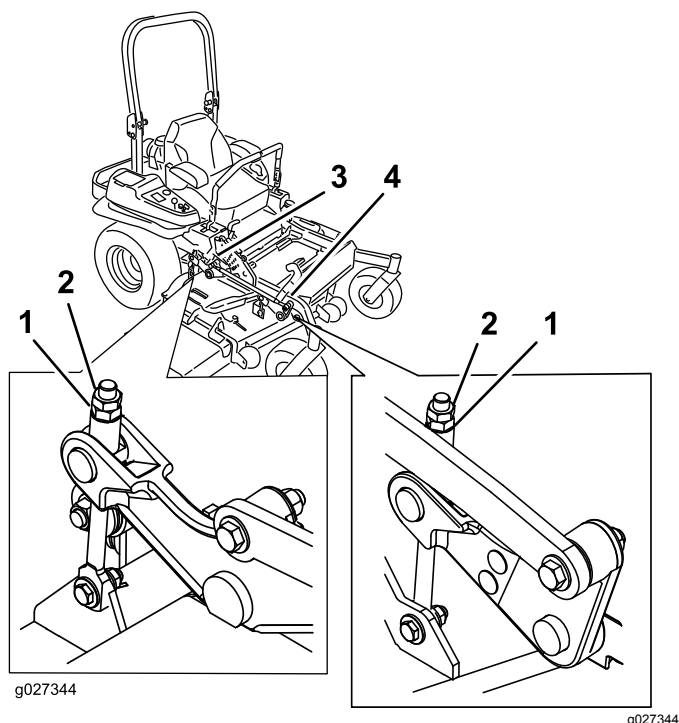

Figura 93
10. Gire la tuerca de ajuste del conjunto de elevación de la carcasa delantera para modificar la altura (Figura 93).
16. Gire el tornillo de ajuste hasta obtener una altura de 8.3 cm ($3\frac{1}{4}$ ") (**Figura 93**).